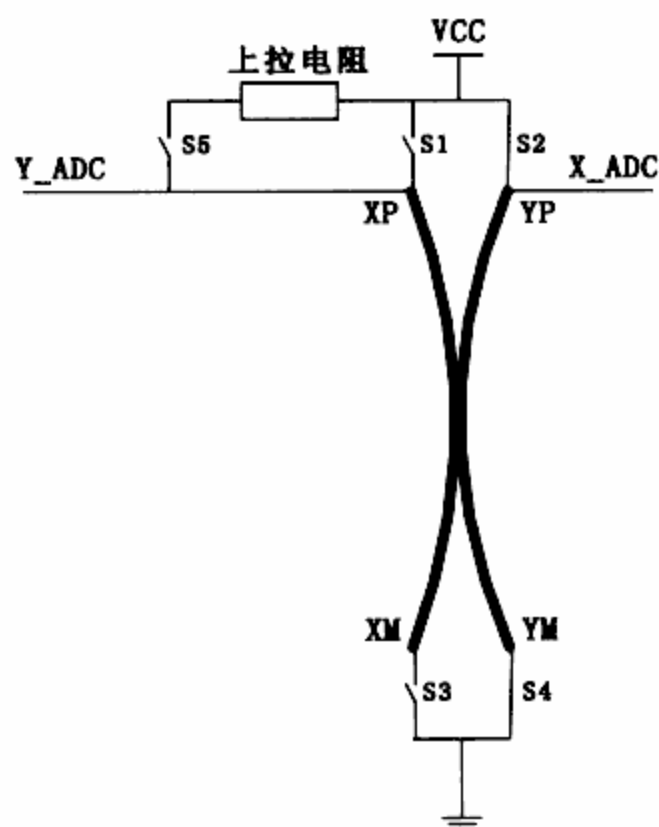

图 14.7 读取 y 坐标时的等效电路
(3) 采样 Y_ADC 电压，得到 y 坐标，等效电路如图 14.7 所示。